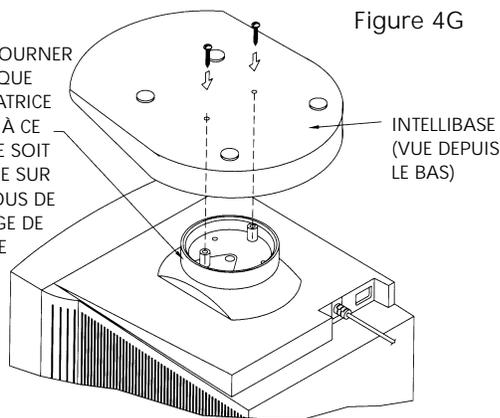

Figure 4G
Étape 8 Repérer les deux vis qui sont fournies avec l'IntelliBasemc, et fixer l'IntelliBase à la plaque adaptatrice et au moniteur comme illustré à la Figure 4G.